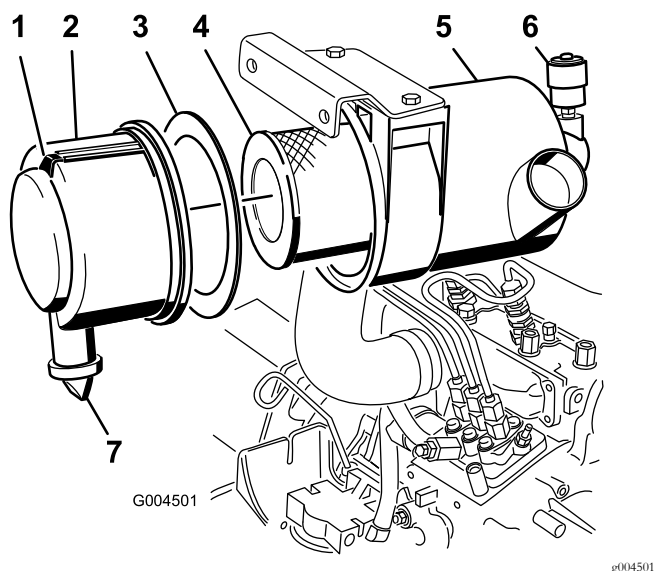

Figura 35
3. Efetue manutenção do filtro de ar quando o indicador do filtro de ar ficar vermelho ou a cada 400 horas e faça a manutenção com maior frequência em condições de trabalho muito sujas ou poeirentas (Figura 35).